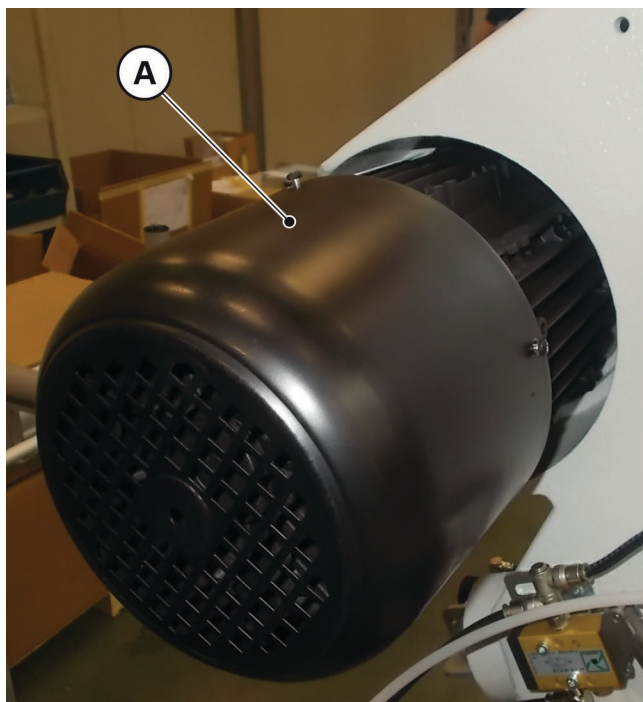

Fig. 09-04
- 1 Démontez la calotte du moteur "**A**" (**Fig. 09-04**) en intervenant sur les vis de fixation correspondantes.